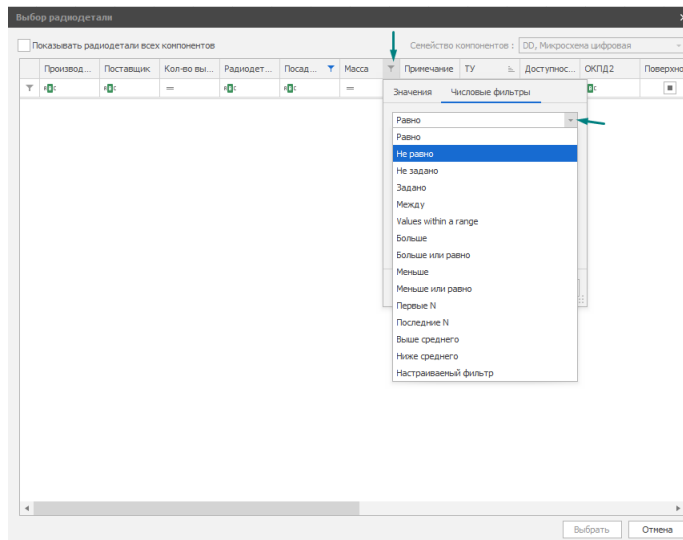

Рис. 96 Поиск радиодетали по числовому фильтру
4.3. При выборе вкладки «Числовые фильтры» формируется перечень всех значений данного атрибута, заданных при создании компонента и удовлетворяющих условиям, указанным в окне «Числовые фильтры», см. Рис. 96.